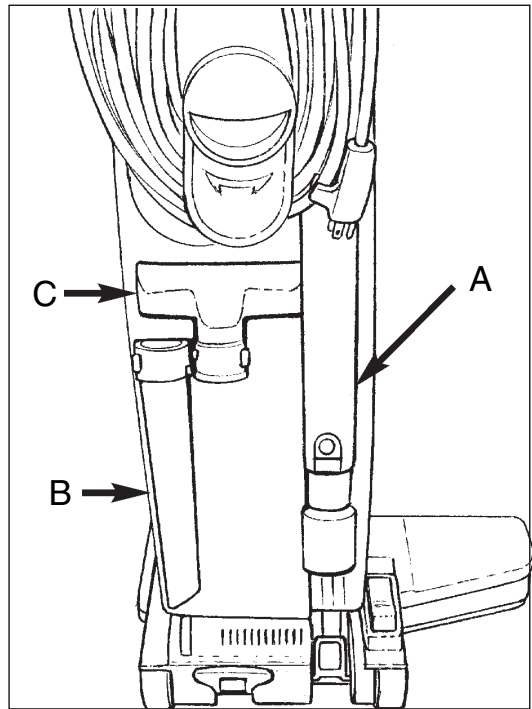

Figure 6
5. Installez le montage de commande à droite à l'arrière du boîtier de collecteur de poussière (voir figure 6, élément A).
8. Clippez le suceur plat (B) et le nettoyeur (C) dans l'emplacement pour accessoires à l'arrière du boîtier de collecteur de poussière (voir figure 6).